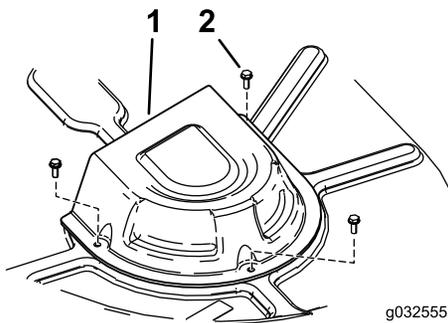

Figura 52
4. En máquinas con carcasa de 107 cm, retire las cubiertas de las poleas (Figura 52).